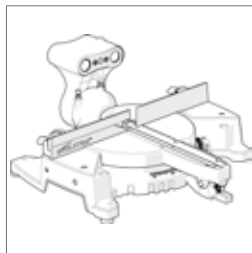

Fig. 1a
- De draaibasis en schuine halsrand. **(Fig. 1a)**